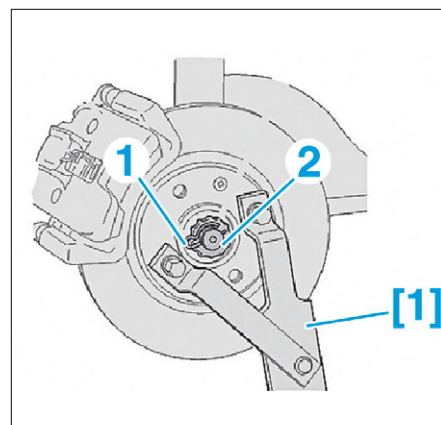

FIG. 9
- Mettre en place l'outil [1] (Fig.9).
- la goupille (1),
- la cage-frein (2),